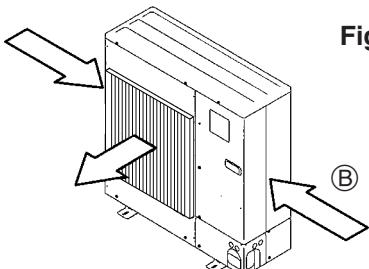

Fig. 2-5
- ③ Coloque la unidad de manera que la salida de aire sople en dirección perpendicular a la dirección estacional del viento, si la conoce. (Fig. 2-5)
- ④ Dirección del viento